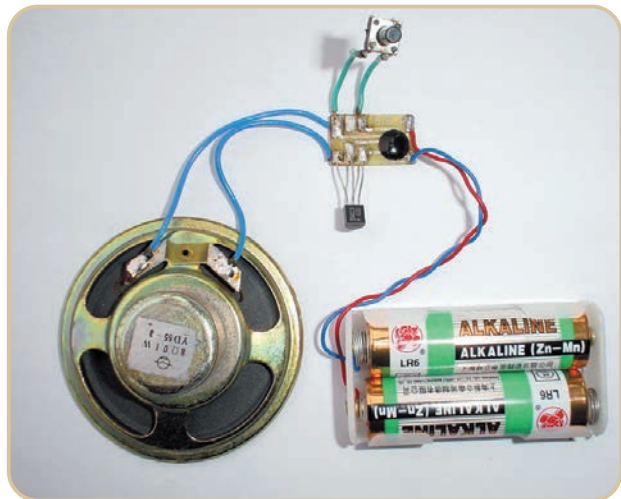

图 2-62
(2) 按照图 2-61 所示, 将扬声器的一根引线(原在左二铜箔处)改接到左下脚铜箔处, 并将三极管 9013 的 e、b、c 三个引脚照图纸的位置, 焊接在印刷电路上, 扬声器两端并联一只 $0.01\ \mu\text{F}$ 的电容器 C。合上按钮开关, 如图 2-62, 观察扬声器中的鸟叫声与没有接三极管时声音有什么不同, 填在下面的空格中。